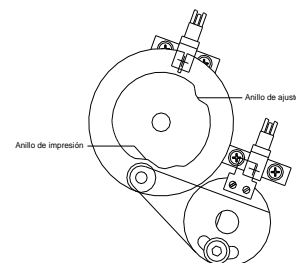

Figura 23
En el boceto (véase Figura 23) se puede ver el eje del motor de optimización (H) con la curva de presión (C) y la arandela (B), vistos desde atrás. Más abajo se encuentra el cojinete anular (D) con la lámina de sujeción (E).
4. Afloje el tornillo de allen (F) aproximadamente una vuelta, hasta que la lámina de sujeción (E) se desplace libremente con el rodamiento de bolas (G).
6. Presione la lámina de sujeción (E) junto con el rodamiento de bolas (G) en la muesca de ajuste de la curva de presión, de modo que no quede espacio libre.